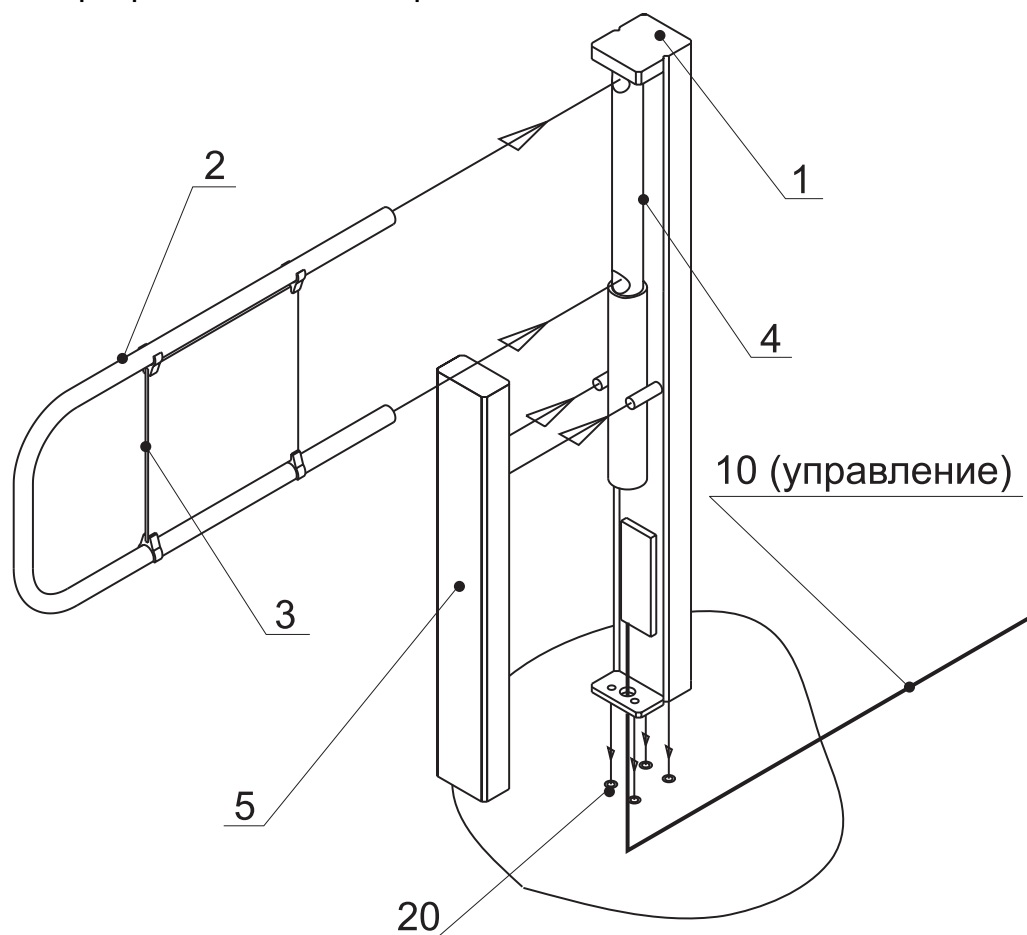

Рис. 6 - Монтаж калитки
При описании порядка монтажа все позиции указаны в соответствии с рис. 2 и рис. 6. Рекомендации по подготовке отверстий в полу для крепления основания даны с учетом комплектации калитки анкерными болтами фирмы «SORMAT» для прочных бетонов (см. таблицу 4).
7.3.5. Проверьте правильность (откорректируйте, если не совпадает) разметки отверстий для крепления стойки. Подготовьте отверстия в полу (фундаменте) в соответствии с рис. 5 и таблицей 4 под анкеры для крепления фланца основания 1 стойки калитки. Вставьте гайки анкерных болтов 20 (рис. 6) в отверстия фундамента на всю глубину отверстий. Не забудьте подвести к основанию стойки калитки (через пол) кабель управления 10 от БУ (рис. 2).